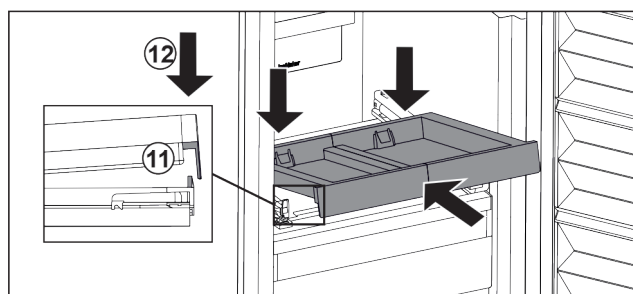

Fig. 104
- Wsun3ć pod skosem. Zwr33ć uw3g3, aby ogranicznik znajduwa3 si3 po obu stronach za nak3adk3. Fig. 104 (11)
- Osadzić wyszwan3 p3tk3 z przodu. Fig. 104 (12)